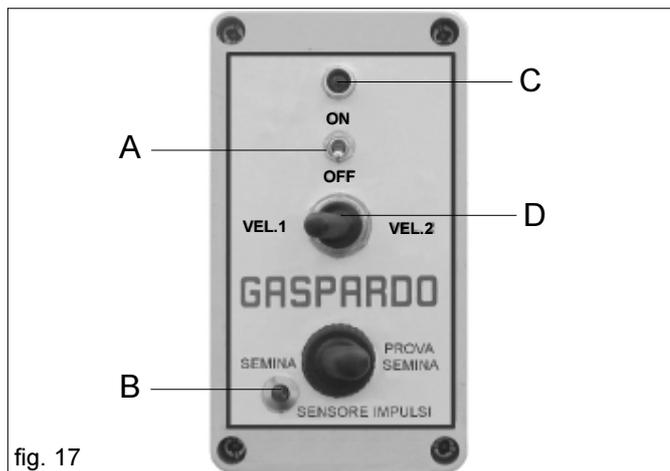
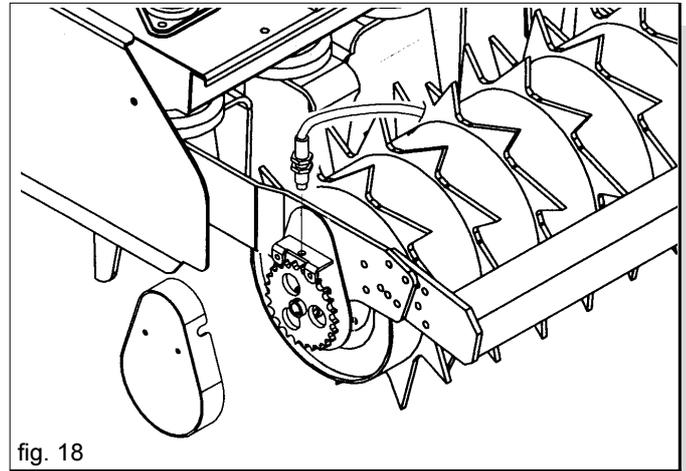

fig. 17
fig. 18
L'interruttore (A Fig. 17) della console deve essere posizionato in OFF, e scollegato il cavo dell'alimentazione 12 V.
- Verificare che l'interruttore (A Fig. 17) della console sia posizionato in OFF.
A richiesta, la Ditta Costruttrice può fornire un dispositivo che permette di attivare e disattivare automaticamente il motore elettrico, quindi la distribuzione del seme. Questo dispositivo viene applicato ad un rullo o ad una ruota che garantisca il moto solo durante la semina (Fig. 18): un sensore rileva gli impulsi al movimento della stessa e li trasmette al motore elettrico che aziona la distribuzione. All'arrestarsi del moto, e quindi mancato rilevamento degli impulsi, la distribuzione verrà interrotta. Durante la semina verrà segnalato attraverso un led (B Fig. 17) sulla consolle il regolare rilevamento degli impulsi, di conseguenza la effettiva distribuzione del seme.
- 8) **Non lasciare le parti elettriche sotto tensione. Accertarsi che il led (C Fig. 17) sia spento.**